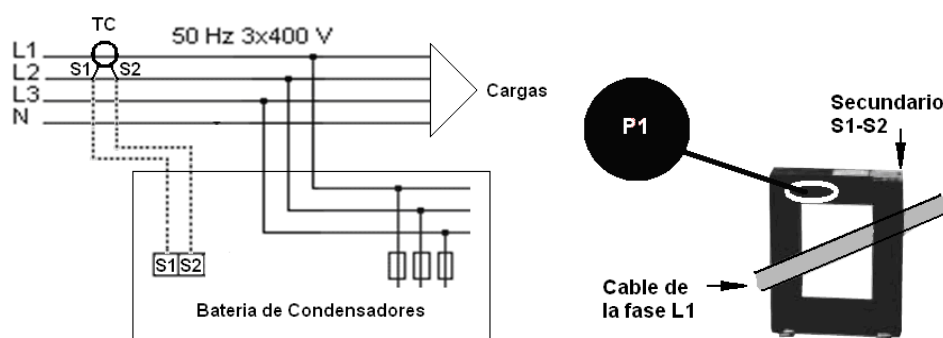

Figura 6: Instalación del transformador de corriente (TC) externo.
3.9.- CONEXIÓN DEL TRANSFORMADOR DE CORRIENTE (TC)
Es necesario colocar un transformadores de corriente (TC) exterior a la batería de condensadores, midiendo la corriente total de la carga más la propia de la batería (Figura 6).
El transformador estándar debe tener salida nominal de 5 A en el secundario. Es aconsejable conectar el TC a la fase L1 con el sentido de la corriente de P1 a P2 (ver Figura 6) y conectar el secundario (bornes S1, S2) a los bornes del mismo nombre de la batería (ver Figura 6)